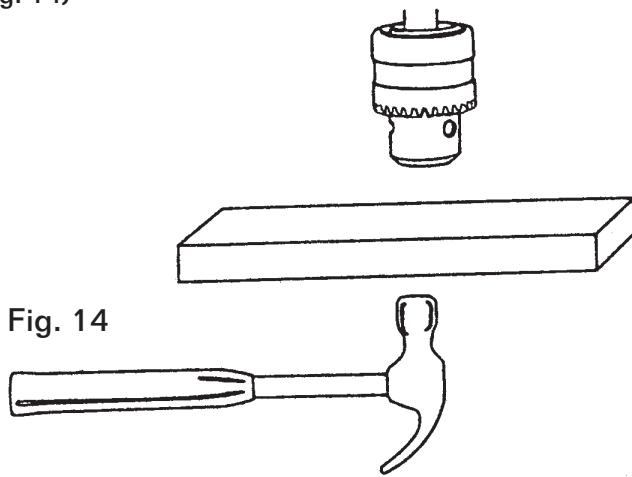

Fig. 14
3. Con un pedazo de madera y un martillo golpee ligeramente el broquero hasta que asiente en el husillo. (Fig. 14)